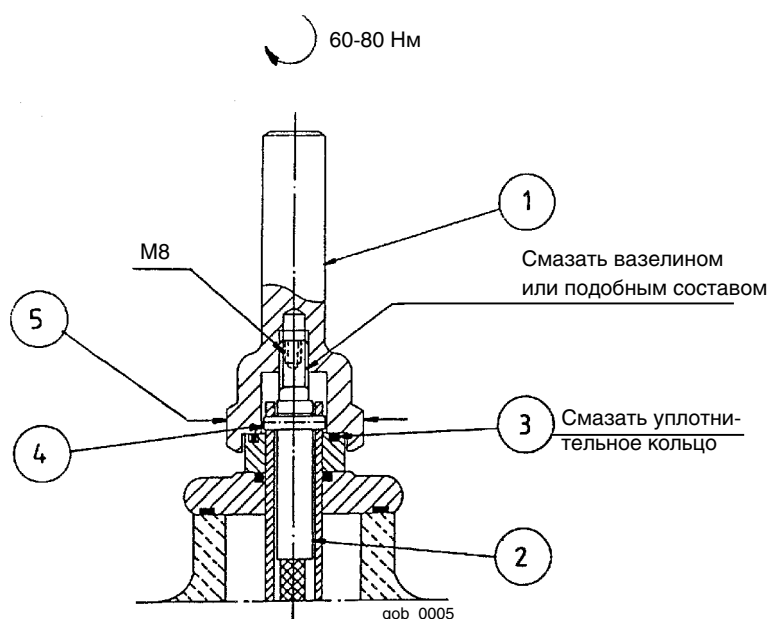

Рис. 8. Контактный штифт наружного и внутреннего вывода.
6. Застопорите внутренний вывод стопорным штифтом, как показано на рис. 8.
4. Закрутите наружный вывод и затяните его на момент 60-80 Нм в соответствии с рис. 8.